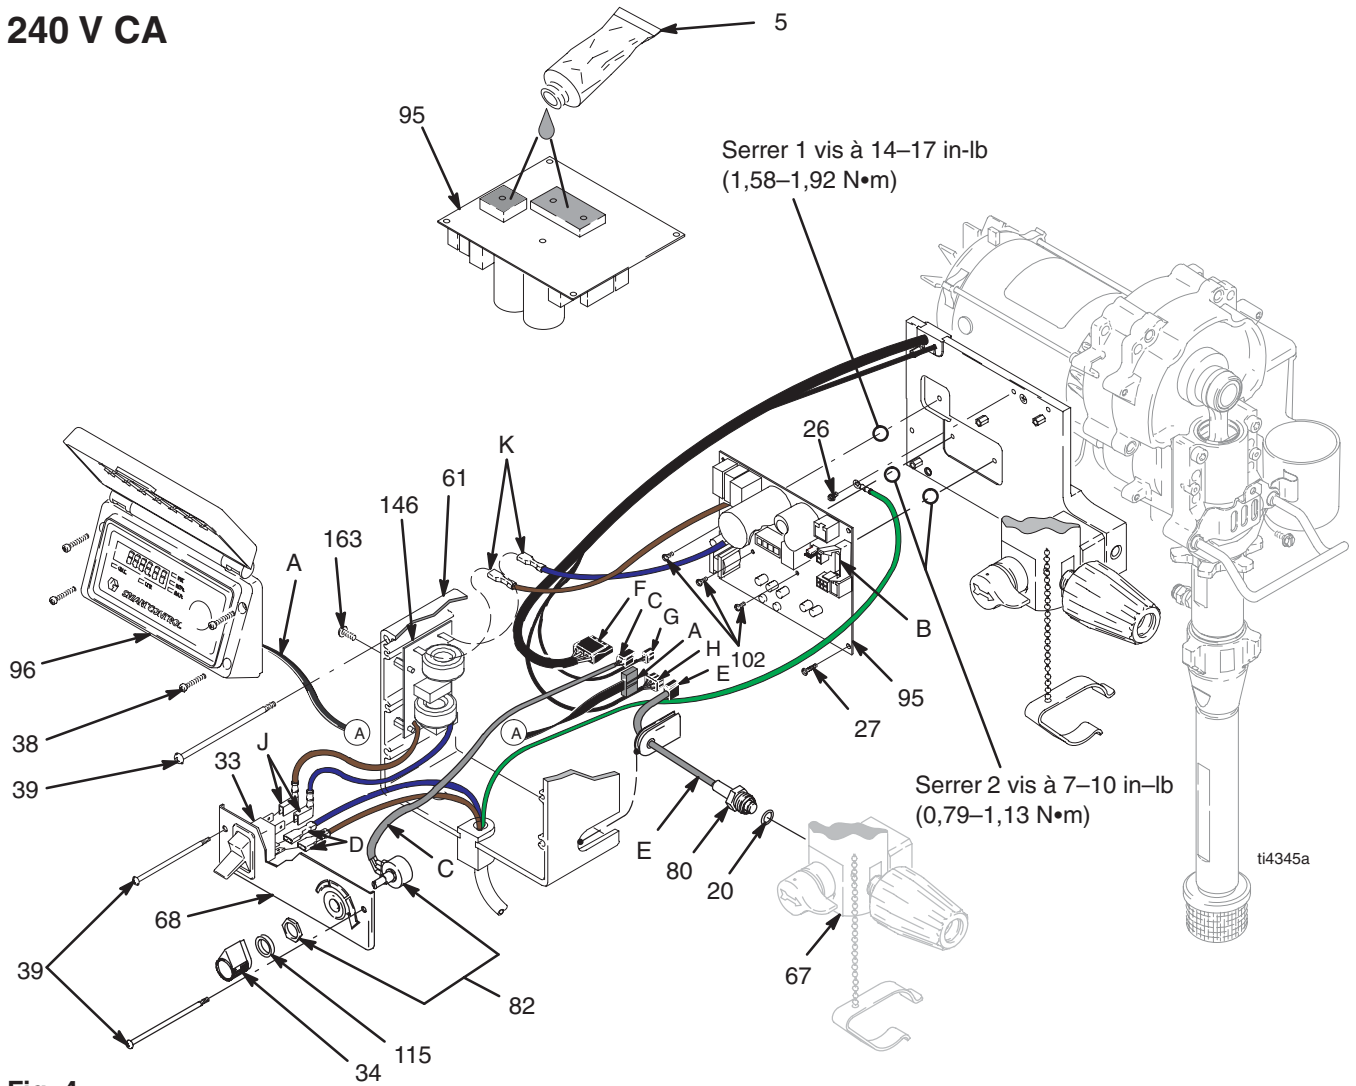

Fig. 4
- Fig. 4. Enlever les quatre vis (38) et le couvercle (96).
- Débrancher le connecteur d'affichage (A) de la carte de commande moteur (95).
- Enlever les deux vis du bas (39). Débrancher le connecteur du potentiomètre (C) de la carte de commande moteur (95). Débrancher les connecteurs (D) du cordon électrique et les connecteurs (J) de la carte du filtre du commutateur MARCHE/ARRÊT (33) et démonter le panneau de commande (68).
- Débrancher les connecteurs d'alimentation électrique de la carte de commande moteur (K) de la carte du filtre (146).
- Retirer les deux vis du haut (39) et le boîtier de commande (61).
- Débrancher le connecteur du capteur (E) branché sur la carte de commande.
- Enlever les cinq vis (27), les trois vis (102) et la carte de commande moteur.
- Fig. 4. Enduire les zones ombrées à l'arrière de la carte de commande moteur (95) d'un peu de pâte thermoconductrice (5) 110009.
- Retirer les quatre vis (163) de la carte du filtre (146).
- Fig. 4. Installer la carte du filtre (146) à l'aide des quatre vis (163).
- Brancher les connecteurs d'alimentation électrique (K) de la carte de commande moteur sur la carte du filtre (146).
- Brancher les connecteurs d'alimentation électrique (J) de la carte du filtre sur les deux bornes supérieures du commutateur MARCHE/ARRÊT (33) et les connecteurs d'alimentation électrique (D) sur les deux bornes inférieures du commutateur MARCHE/ARRÊT.
- Brancher le connecteur du potentiomètre (C) sur la carte de commande moteur (95).
- Fixer le panneau de commande (68) à l'aide des deux vis (39).
- Brancher le connecteur de l'afficheur (A) sur la carte de commande moteur (95).
- Fixer le capot (96) à l'aide des quatre vis (38).